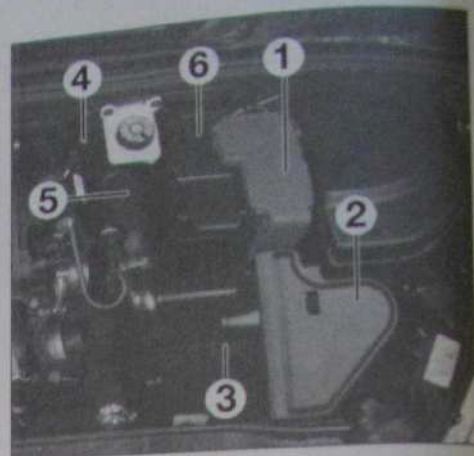

Fig. 7
- Dégrafer et écarter le boîtier fusibles (1) (Fig.7).
- le déflecteur d'air (2),
- le résonateur (3),
- la vis (4),
- le raccord d'entrée d'air (5),
- le cache batterie (6),